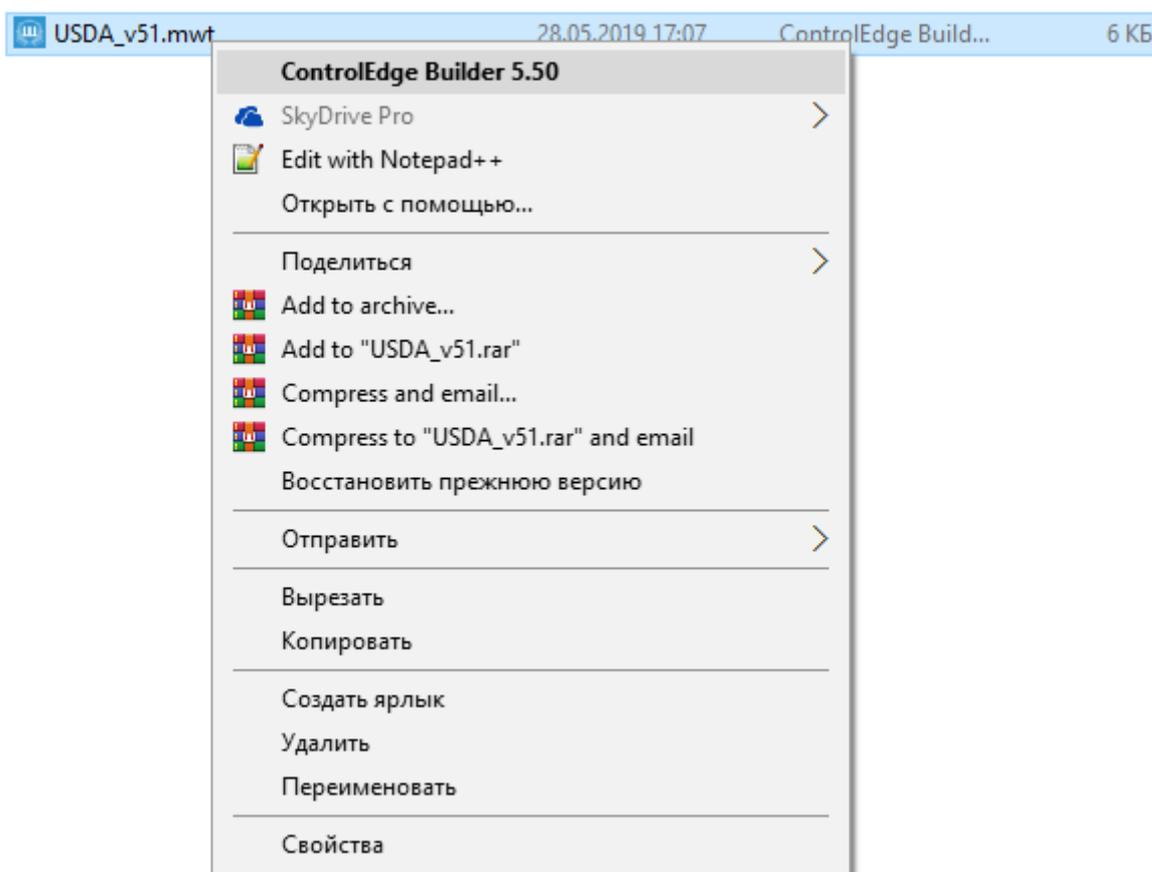

Рисунок 15 – Открытие проекта ControlEdge
3. Открыть проект ControlEdge формата .mwt с помощью приложения ControlEdge Builder (Рис. 15);